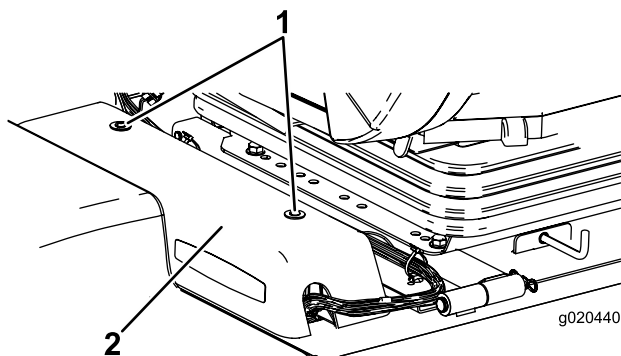

Figura 7
1. Rimuovete le (2) viti a testa esagonale che fissano il coperchio della centralina dell'alimentazione al telaio e rimuovete il coperchio (Figura 7).